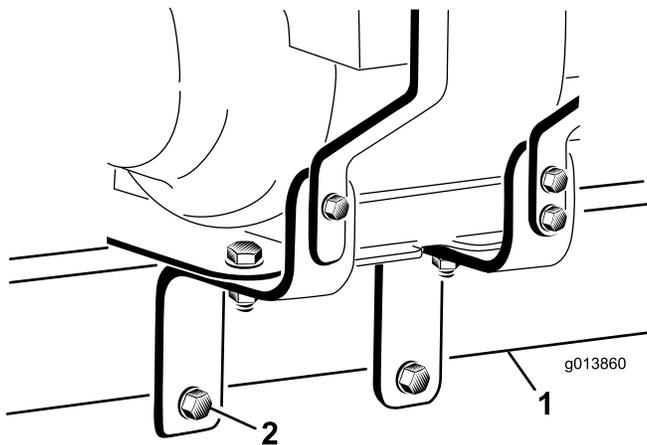

Figura 7
8. Introduzca los 2 pernos ($\frac{1}{2}$ " x 5") por los taladros del soporte de montaje del motor, colocando una arandela plana contra cada cara exterior del soporte de montaje del motor y asegurándose de que los pernos pasan por debajo de la barra de enganche. Apriete a mano las 2 tuercas ($\frac{1}{2}$ " tal y como se muestra en la Figura 7.